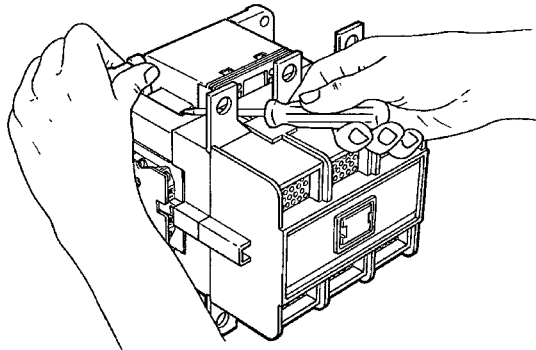

Fig. 1
- Sostituire la bobina come da Fig. 1.
- Cambie la bobina según la Fig. 1.